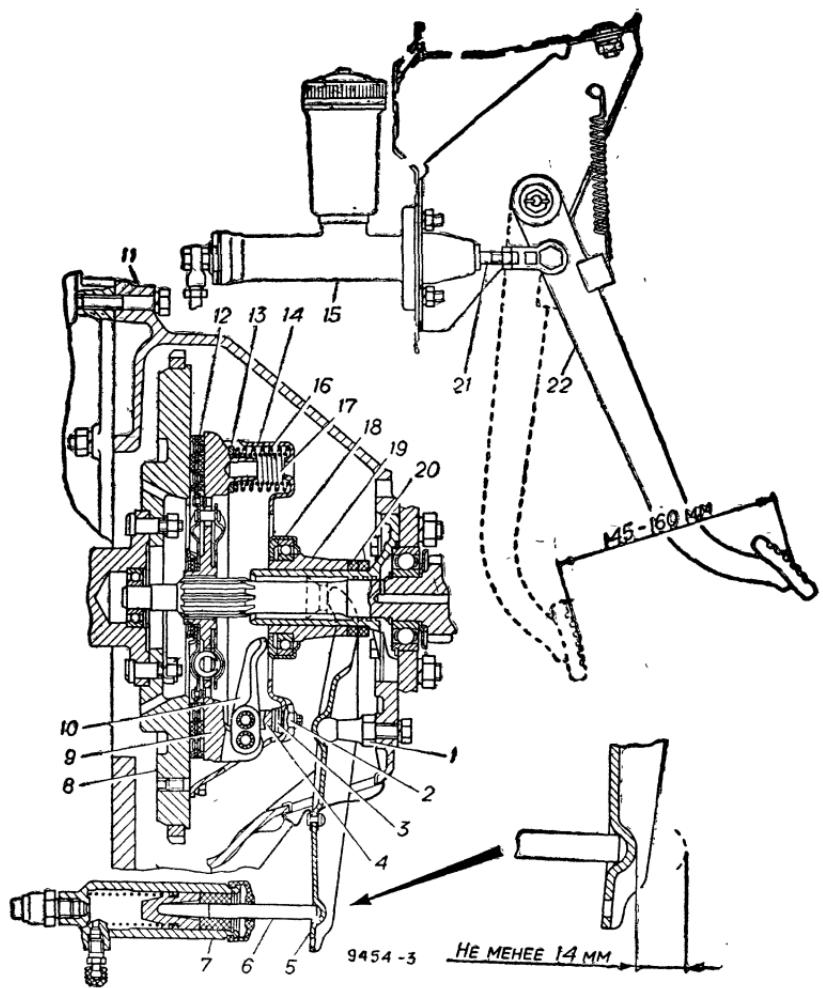

Рис. 24 Сцепление и его привод:
**Сцепление**—однодисковое, сухое (рис. 24). Привод выключения сцепления — гидравлический, состоит из подвесной педали, главного и рабочего цилиндров и трубопровода. Педаль шарнирно закреплена на оси посредством пластмассовых втулок и соединена с толкателем 21 главного цилиндра выключения сцепления. Привод выключения сцепления не требует регулировок в эксплуатации. Зазор между наружной обоймой подшипника выключения сцепления и концами рычагов нажимного диска отсутствует, и обойма вращается с частотой вращения коленчатого вала.